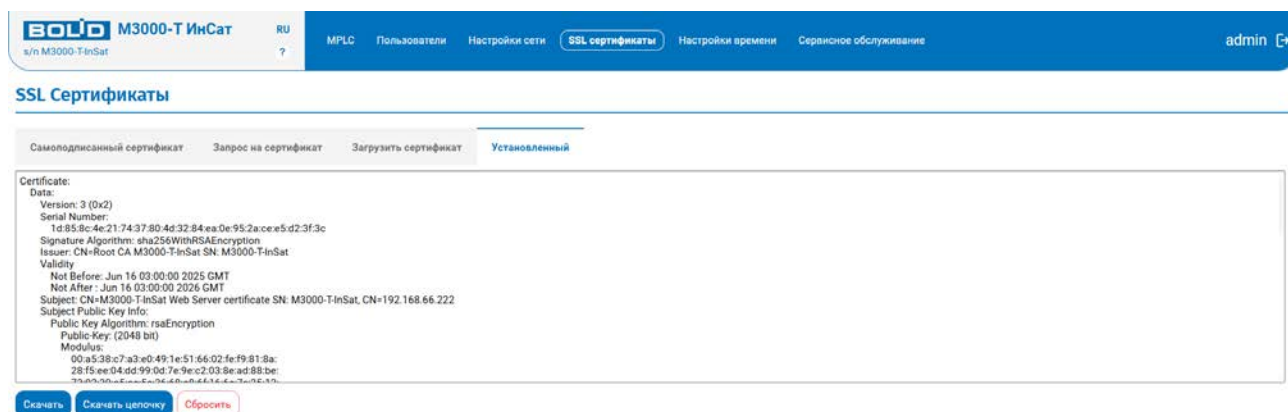

Рисунок 14. Вкладка просмотра и сброса сертификата.
1. Перейти в веб-конфигураторе на вкладку «Установленный» (см. Рис. 14) и нажать кнопку «Скачать цепочку»: